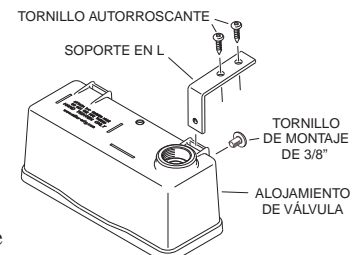

Figura 6
- Deslice e introduzca los dos soportes en L en el alojamiento de la válvula según se ilustra (ver la figura 6).
- Coloque cada soporte en L en el borde del depósito con dos (2) tornillos autorroscantes.